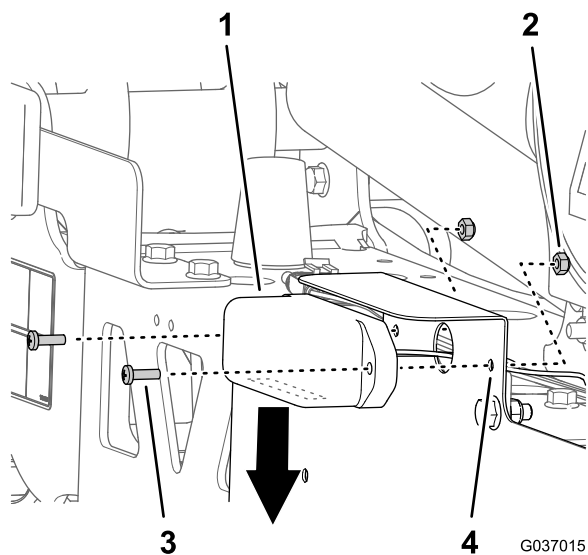

図 41
2. ライトのレンズを下方へ向け、ライトについている穴を、ナンバープレート用のブラケットの穴に合わせる 図 41。
3. ライトをブラケットに固定する 図 41 ボルト #10 x 5/8 インチ2本とロックナット#102個を使用する。